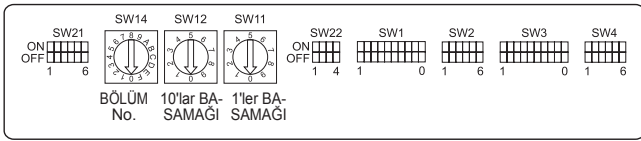

Fig. 4-9
4.5. Adreslerin düzenlenmesi (Fig. 4-9)